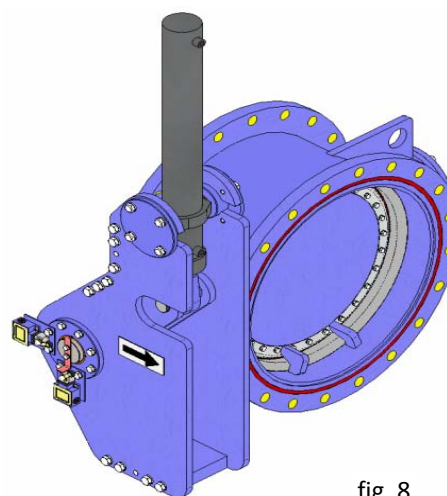

fig. 8
Se o accionamento for um accionamento hidráulico de efeito duplo (fig. 8), o cilindro hidráulico destina-se a abrir e a fechar a válvula.
- Drenar todo o fluido da linha fig. 8 és da válvula.